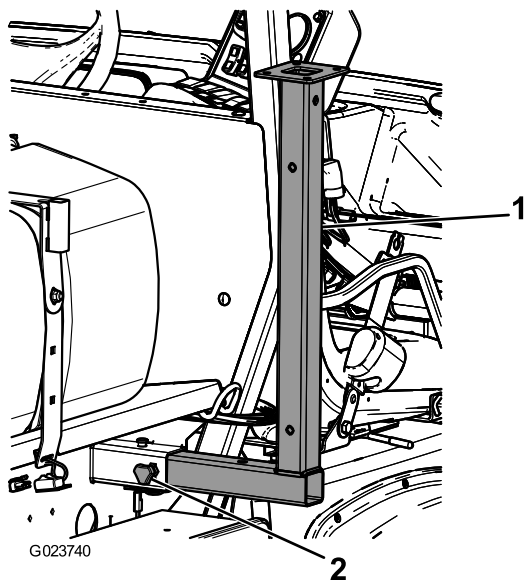

Figure 49
1. Insérez les jambes de support avant à l'envers près des points d'attache avant (Figure 49).